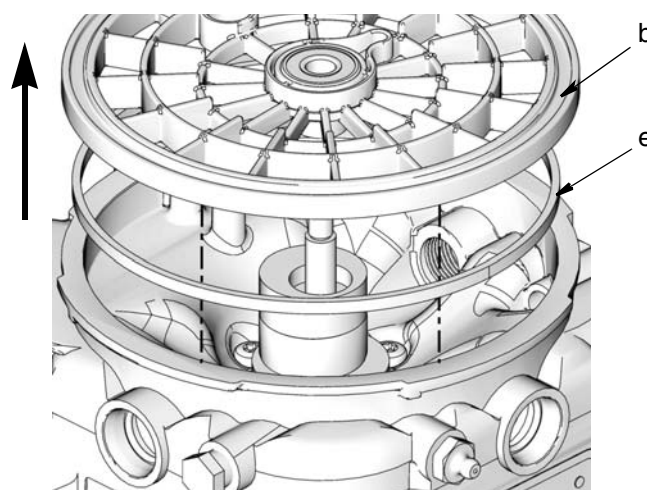

FIG. 6
- Retirer le joint torique (e) placé sous la plaque presse-purée (FIG. 6).